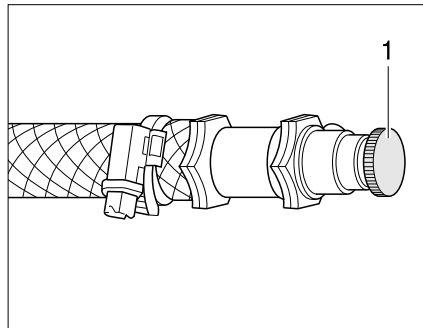

Bild 168 Entlüftungsventil Warmwasser-Heizung
- Das Entlüftungsventil (Bild 168,1) öffnen und geöffnet lassen, bis keine Luft mehr austritt.